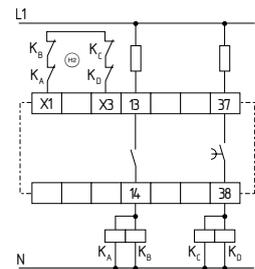

Fig. 21
**Circuito mediante dos canales con circuito de realimentación (véase fig. 21)**